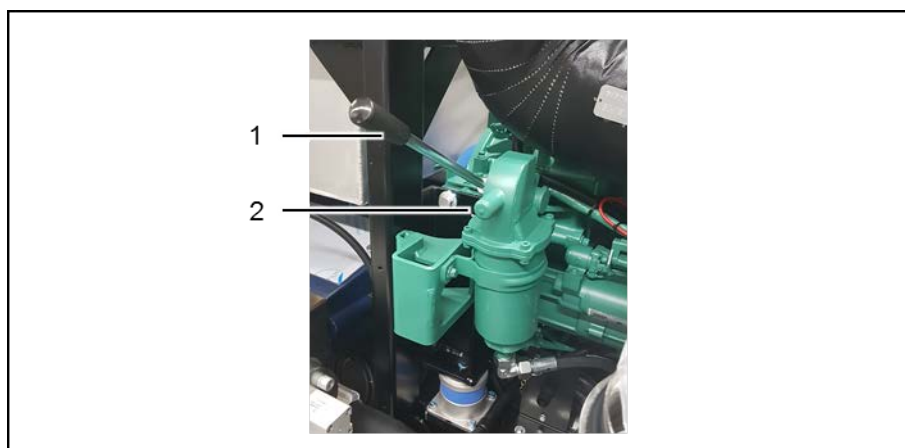

Рис. 26: маслосливной насос
2. Подсоедините маслосливной шланг к сливному отверстию (Рис. 26: поз. 2) маслосливного насоса.